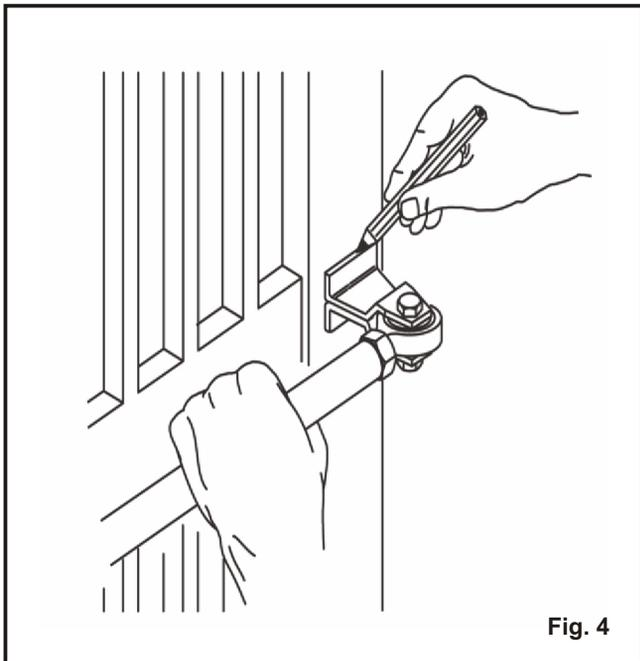

Fig. 4
- F) Fermer le vantail en positionnant l'opérateur parfaitement horizontal et positionner l'attache antérieure (figure 4)